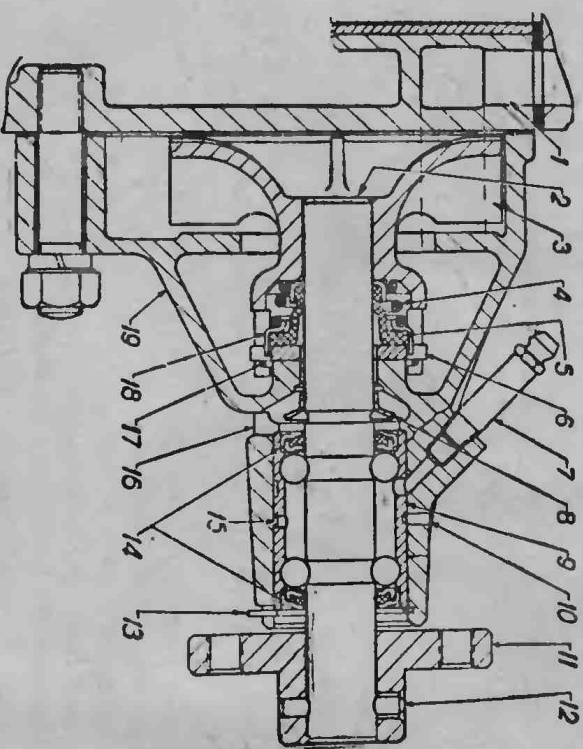

Рис. 9. Водяной насос
**Водяной насос**—крепкобжежного тшиз (рис. 9). Для уплотнения насоса служит самоподтягивающийся салыник с пружиной 4. Резиновый манжетель 5 салыника и тек.подковоза шайба 6 вращаются вместе с валыком 2.